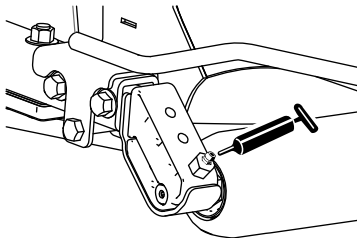

Figure 42
- 2 (par unité de coupe) roulements de rouleau arrière (Figure 42)